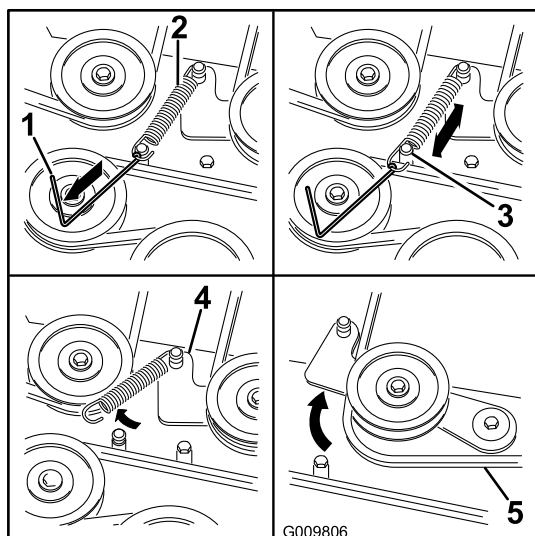

Bild 73
6. Entfernen Sie die Spannscheibenfeder mit einem Werkzeug zur Federentfernung (Toro Bestellnummer 92-5771) vom Mähwerkpfosten, um die Spannung von der Spannscheibe zu nehmen (Bild 73).
9. Verlegen Sie den neuen Riemen um die Mähwerk- und Bremsspannscheiben unter dem Motor (Bild 73).
10. Setzen Sie die Spannscheibenfeder mit einem Werkzeug zur Federentfernung (Toro Bestellnummer 92-5771) auf den Mähwerkpfosten, um die Spannscheibe und den Mähwerkriemen zu spannen (Bild 73).